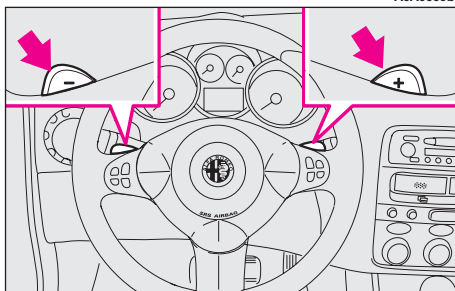

fig. 125
- le leve al volante (**fig. 125**), azionabili solamente quando la velocità della vettura è superiore ai 0,5 km/h.